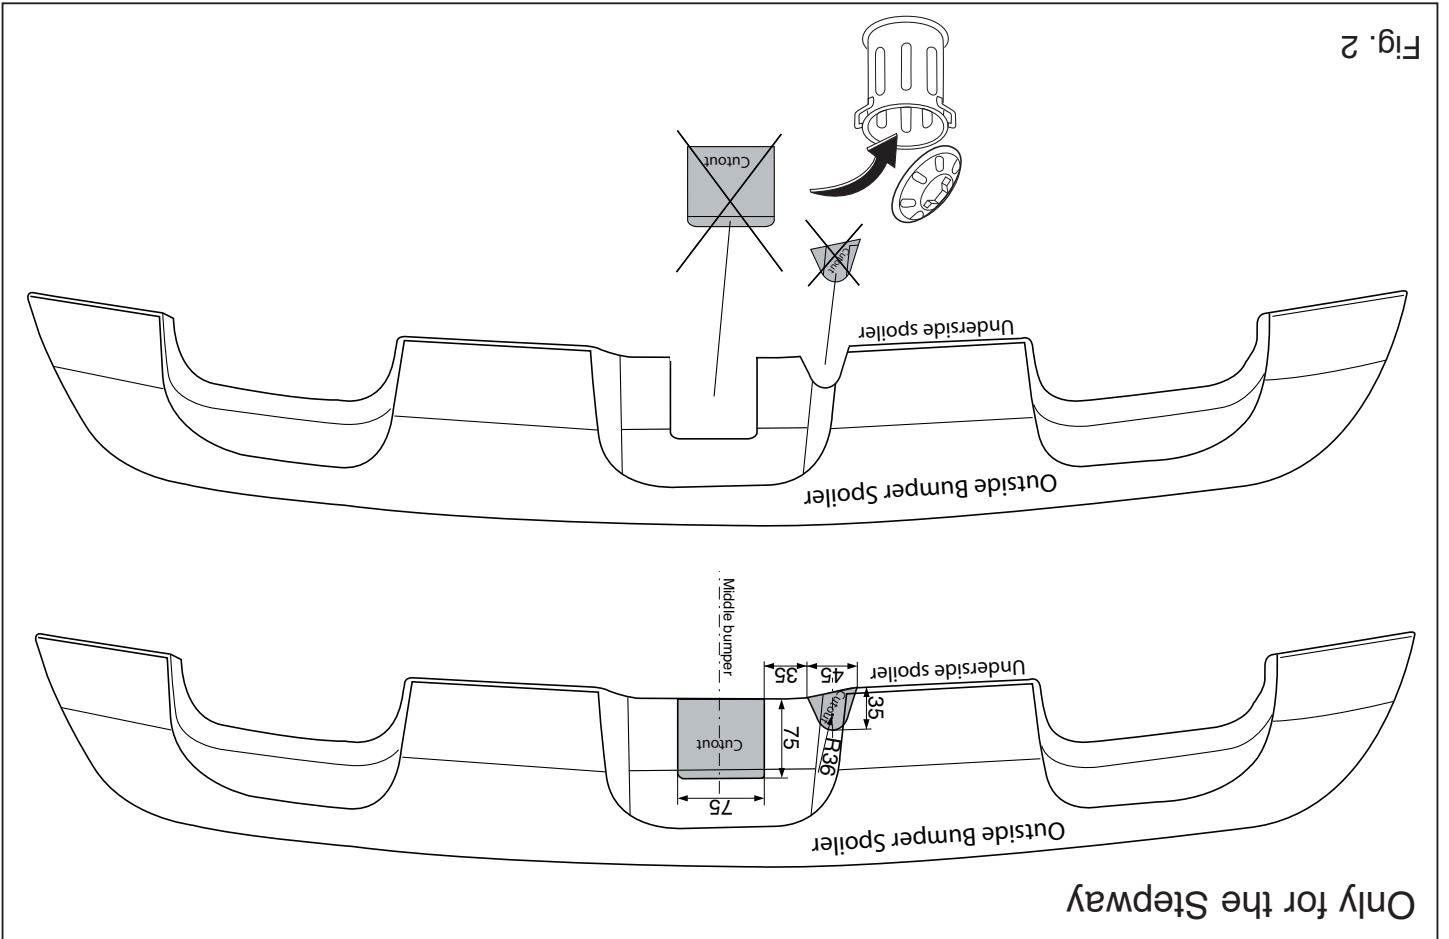

Fig. 2
4. Découper un morceau du spoiler conformément aux fig. 2.
4. Säg ut en del enligt fig. 2 spoliern.
4. Sav et stykke ud af spoileren ifølge fig. 2 .
4. Serrar una parte del espóiler de acuerdo con las fig. 2.
4. Serrar una parte del spoiler de acuerdo con las fig. 2.
4. Segare via dallo spoiler la parte indicata in fig. 2 .
4. Wypiąć ować odcinek ze spojlera zgodnie z rys. 2.